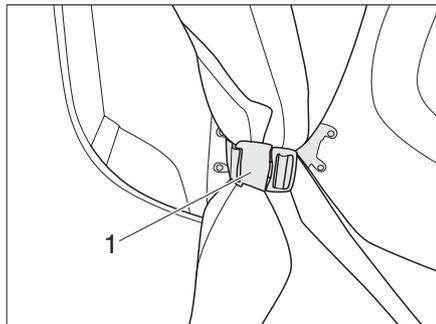

Fig. 57 Boucle de fermeture de ceinture toit relevable
- ▶ Ouvrir les boucles de fermeture des ceintures (Fig. 57,1) des deux côtés du toit relevable.
- ▶ Fermer les boucles de fermeture des ceintures (Fig. 57,1) des deux côtés du toit relevable.